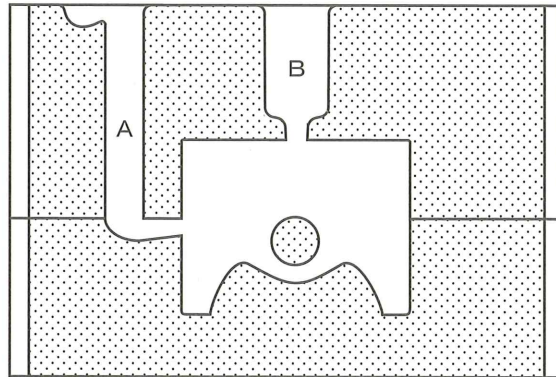

図4
- (1) 金属を加熱していくと、ある温度で液体になる。このときの温度を(a)といい、溶かした金属を(b)という。
- (2) 水分を含んだ鑄物砂で作られた型を、(c)という。
- (3) 図4は、鑄型の断面を示したものである。Aの部分を(d)、Bの部分を(e)という。